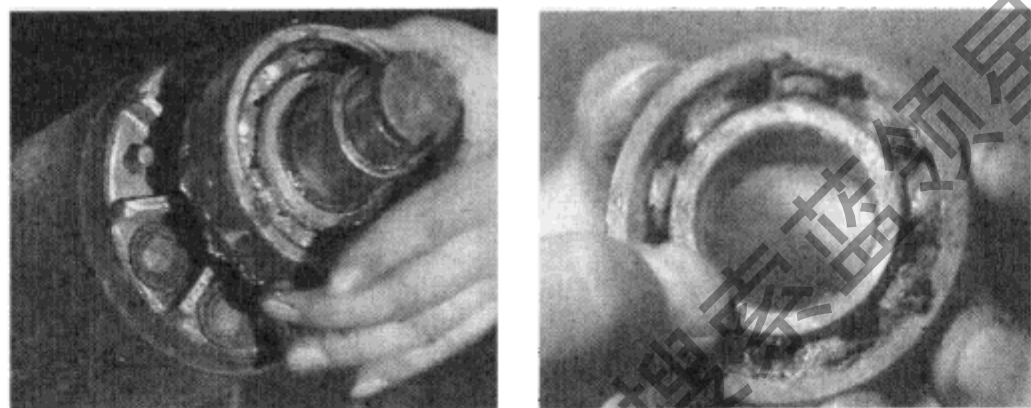

图 3-21 检查轴承
⑤ 检查轴承并及时加注润滑脂，如图 3-21 所示。根据使用条件的不同，应每隔半年至两年进行一次解体保养，清洁内部，加注润滑脂，更换不良部件。